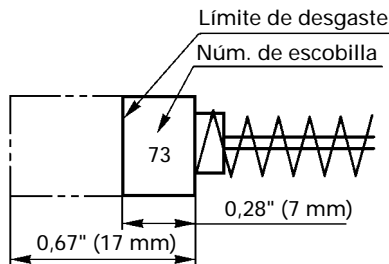

Fig. 18
4. Inspeccionar los escobillas de carb3n (Fig. 18)
NOTA: Utilice las escobillas HITACHI Núm. 73 indicadas en la Fig. 18.